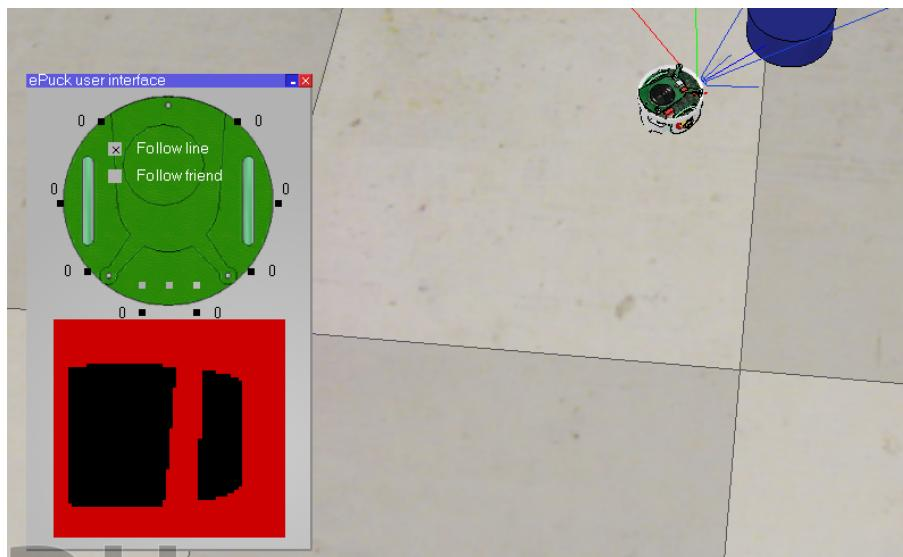

Figure 5: Vorbereitetes Kamerabild
3. Wenn Sie jetzt die Szene starten, sollten Sie ein Rot-Schwarzes Bild (Schwarz ist der Puck) erhalten (siehe Figure 5).